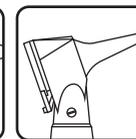

Figura. 3
- Figura 3. y examine a través de venta de visualización con 3 tipos de aumentos.